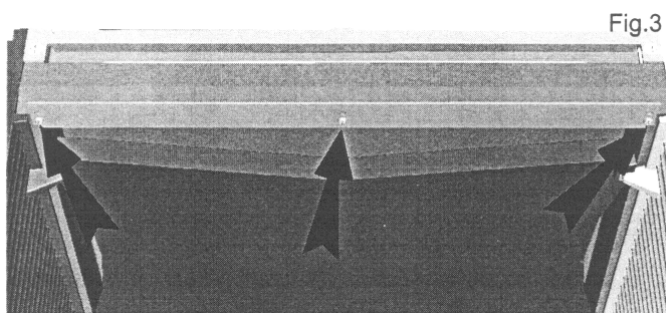

Fig.3
3. Introduzir na dobradiça inferior o eixo de dois diferentes diâmetros que se fornece na bolsa de acessórios da frente. Colocar a frente sobre a dobradiça e anilha, deixando-a deslizar lentamente. (fig. 3)
- Retirar os três parafusos de cabeça philips que fixam o deflector de chapa ao tecto de ferro fundido, utilizando a ferramenta apropriada (fig. 3).